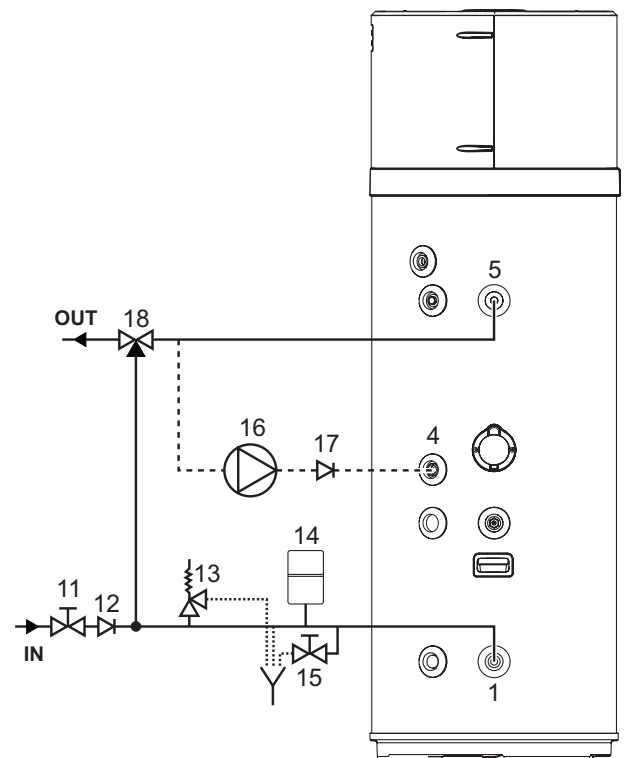

fig. 17 - Esempio impianto idrico
La figura che segue (fig. 17) illustra un esempio di collegamento idraulico.
### Legenda (fig. 17)
**!** **ATTENZIONE!** La pompa di calore per la produzione di acqua calda sanitaria è in grado di riscaldare l'acqua ad oltre 60°C. Per questo motivo, a protezione delle ustioni, è necessario installare un dispositivo termostatico di miscelazione automatico nella tubazione acqua calda (fig. 17).